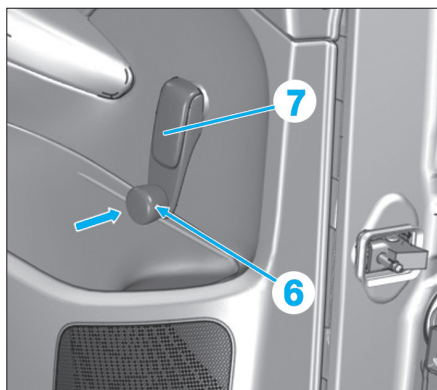

Fig. 59
- Si le véhicule est équipé de lève-vitre manuel, appuyer en (6) sur la manivelle (7) (Fig.59).